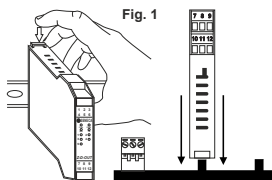

Fig. 1
- 2) Introducir el conector trasero IDC10 del módulo en una ranura libre del accesorio para el carril DIN como se muestra en la Fig.1. (la introducción es unívoca porque los conectores son polarizados).
- 3) Para fijar el módulo al carril OMEGA, apretar los dos ganchos ubicados a los lados del conector posterior IDC10 como se muestra en la Fig.1.